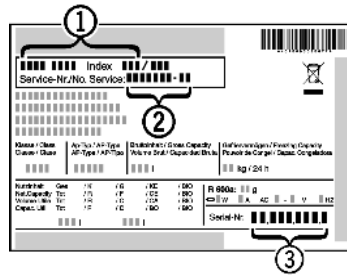

Fig. 18
- ▶ Обратитесь в сервисную службу и сообщите вид неисправности, наименование устройства *Fig. 18 (1)*, сервисный № *Fig. 18 (2)* и серийный № *Fig. 18 (3)*.